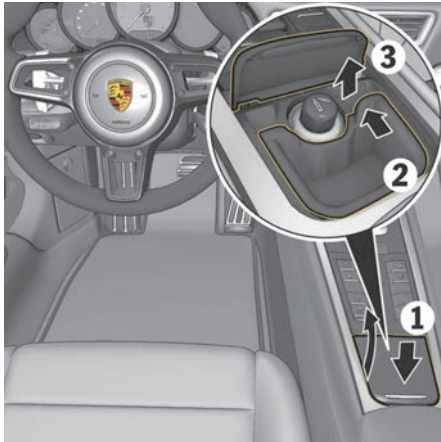

Fig. 117 : Ouverture et vidage du cendrier
1. Appuyez brièvement sur le couvercle du cendrier (fig. 117, 1).
2. Poussez vers l'avant l'insert du cendrier en haut à droite pour le déverrouiller jusqu'à ce qu'il se désengage de manière perceptible (fig. 117, 2 et 3).